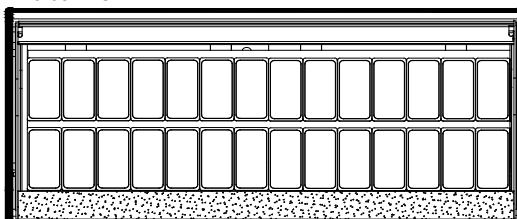

Rys.2 Rozłożenie pojemników VGN w „Arubie 2”
2. Rozłożyć pojemniki VGN wg Rys.2 (str.2) lub Rys.3 (str.2)